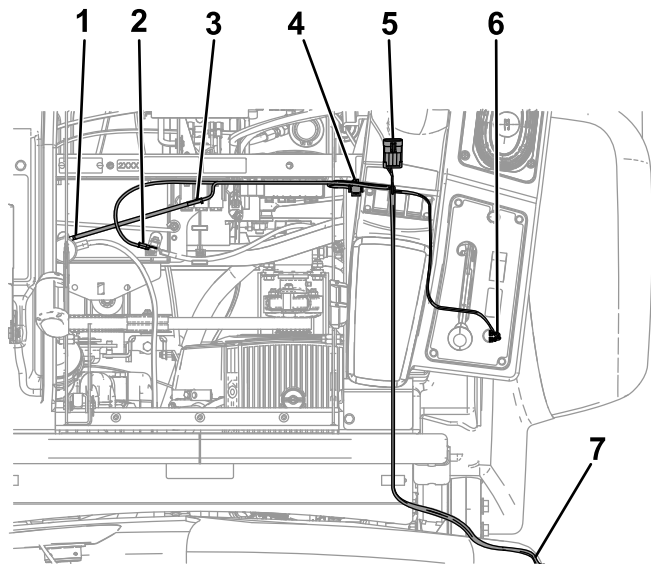

Figura 7
1. Conectați cei 2 conectori de pe cablu la conectorul cu 2 lame de pe comutator (Figura 7).
4. Conectați următorul conector la releu (Figura 7) și montați releul în orificiul exterior de pe cadru, lângă releele existente.
5. Conectați siguranța fuzibilă la cablul roșu atașat la borna pozitivă a bateriei (+) (Figura 7).
7. Conectați capătul îndepărtat al cablului la masa blocului de siguranțe (Figura 7).